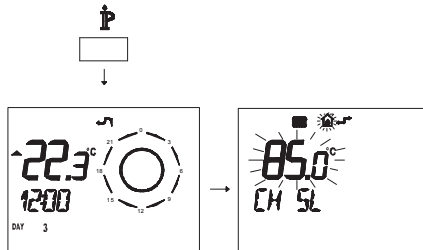

Figura 5.51
- Premere per più di 3 secondi il pulsante P per entrare in modalità **INFO** (Figura 5.51).